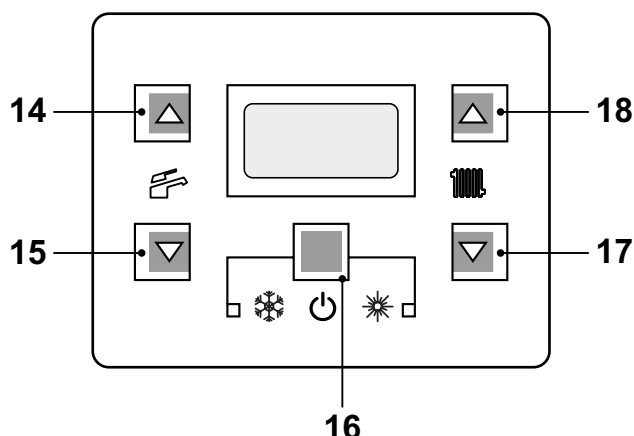
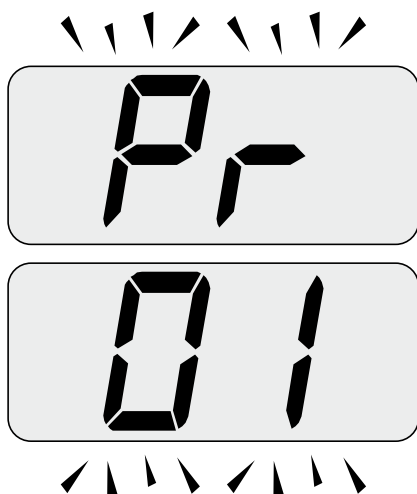
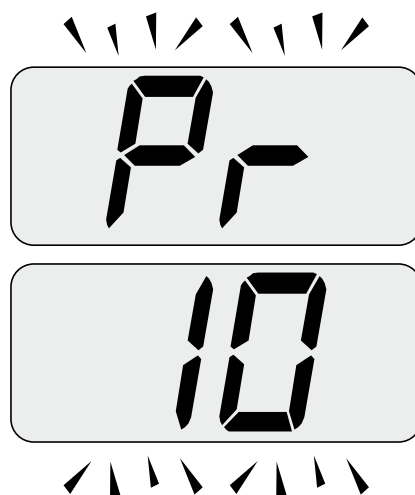

Figura 5.57
Figura 5.58
Figura 5.59
- Entrare in "modalità programmazione" premendo contemporaneamente per 10 secondi i tasti 16 - 17 - 18 (Figura 5.57) fino a far apparire sul display LCD le lettere **Pr** che si alternano con il codice **01**, indicanti l'entrata nel "parametro 01"(Figura 5.58).
- Scorrere i vari parametri utilizzando i tasti 17 o 18 fino a far apparire sul display LCD le lettere **Pr** che si alternano con il codice **10**, indicanti l'entrata nel "parametro 13"(Figura 5.59).
- Premere contemporaneamente i tasti 16 e 18 (Figura 5.57) fino a far apparire sul display LCD il valore del parametro 10 (30=180 secondi) (Figura 5.60).
- Premendo il tasto 16 (Figura 5.57) si ottiene la conferma del valore inserito.
- Premendo contemporaneamente i tasti 16 e 17 (Figura 5.57) si esce senza modificare il valore (ritorno alla lista parametri Figura 5.59)
- Premendo contemporaneamente per 10 secondi i tasti 16 - 17 - 18 (Figura 5.57) si esce dalla "modalità programmazione".